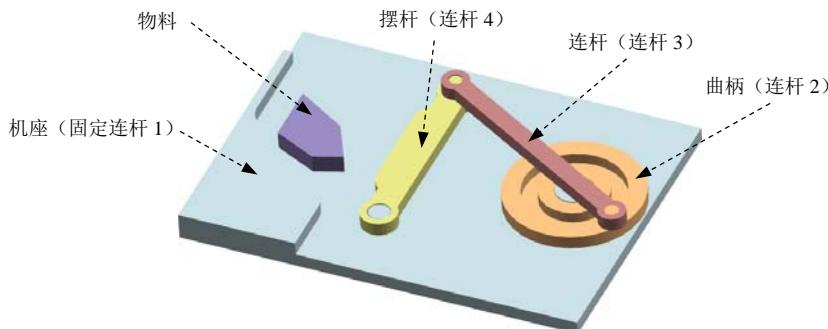

图 8.1.1 破碎机机构模型
下面以图8.1.1所示的破碎机机构模型为例，说明图表输出的一般过程。在该机构中，曲柄通过连杆带动摆杆转动，破碎机座中的物料，现在需要研究摆杆的角度位移、角速度和角加速度曲线，并分析破碎物料时摆杆的反作用力。
Step5. 定义固定连杆1。选择下拉菜单**插入(S)** → **链接(L)...**命令，系统弹出“连杆”对话框；选取图8.1.1所示的机座为固定连杆1；在**质量属性选项**下拉列表中选择**自动**选项；在**设置**区域中选中**固定连杆**复选框；在**名称**文本框中采用默认的连杆名称“L001”；单击**应用**按钮，完成固定连杆1的定义。
Step6. 定义连杆2。选取图8.1.1所示的曲柄为连杆2；在**质量属性选项**下拉列表中选择**自动**选项；在**设置**区域中取消选中**固定连杆**复选框；在**名称**文本框中采用默认的连杆名称“L002”；单击**应用**按钮，完成连杆2的定义。
Step7. 定义连杆3。选取图8.1.1所示的连杆为连杆3；在**质量属性选项**下拉列表中选择**自动**选项；在**设置**区域中取消选中**固定连杆**复选框；在**名称**文本框中采用默认的连杆名称“L003”；单击**应用**按钮，完成连杆3的定义。
Step8. 定义连杆4。选取图8.1.1所示的摆杆为连杆4；在**质量属性选项**下拉列表中选择**自动**选项；在**设置**区域中取消选中**固定连杆**复选框；在**名称**文本框中采用默认的连杆名称“L004”；单击**确定**按钮，完成连杆4的定义。